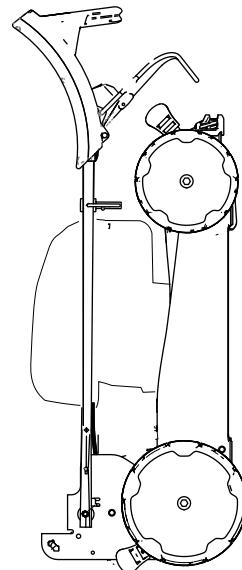

Figura 20
6. Levante la parte delantera de la máquina con el manillar y llévela al lugar de almacenamiento (Figura 20).